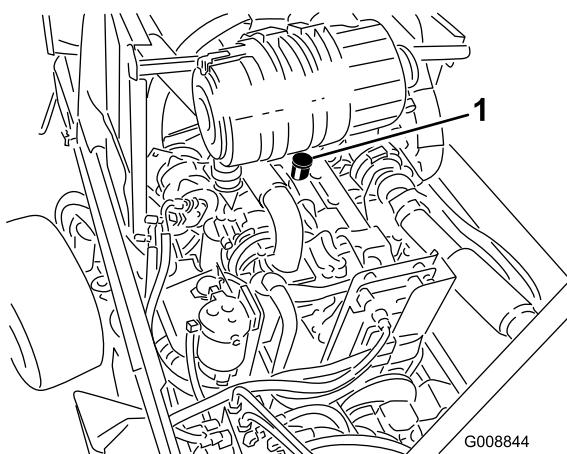

**Bild 61**
2. Entfernen Sie den Peilstab (Bild 61), wischen ihn ab und führen ihn wieder in das Rohr ein; ziehen Sie ihn dann wieder heraus. Der Ölstand sollte an der Voll-Marke sein.
2. Entfernen Sie den Ölfilter (Bild 61). Ölen Sie die neue Dichtung am Ölfilter leicht mit frischem Öl ein, bevor Sie den Filter eindrehen. **Ziehen Sie nicht zu fest.**